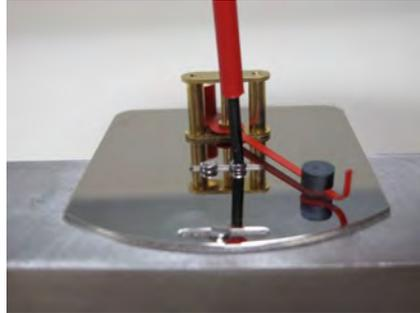

Abb. 42: Befestigungsschrauben der Anzeige-Bodenplatte lösen
5. ➤ Befestigungsschrauben der Anzeige-Bodenplatte lösen (Abb. 42) und mit der Anzeige-Bodenplatte abnehmen.